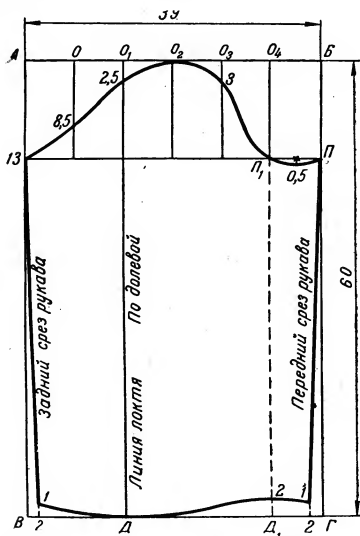

Рис. 255. Построение чертежа основы рукава блузки без вытачки
**Построение чертежа рукава.** Проводят горизонтальную линию плана — 39 см (рис. 255) из расчета окружности проймы (по снятой мерке).